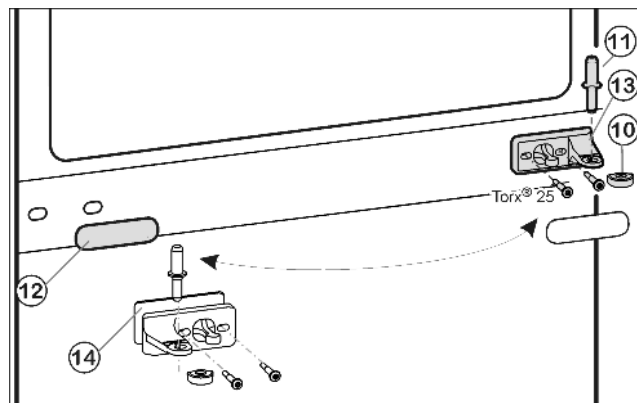
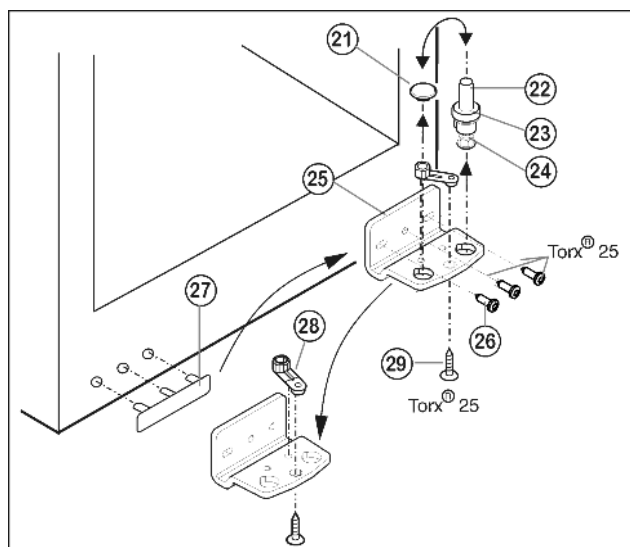

Fig. 5
Fig. 6
- ▶ Prostřední ložiskový čep Fig. 5 (11) vytáhněte ze stojanu ložiska a spodních dveří.
- ▶ Plastovou čepičku Fig. 5 (10) stáhněte.
- ▶ Stojan ložiska uprostřed Fig. 5 (13) odšroubujte (2 krát Torx® 25).
- Krytku Fig. 5 (12) opatrně stáhněte.
- Prostřední stojan ložiska Fig. 5 (13) s podložkou Fig. 5 (14) přišroubujte otočený o 180° na novou stranu závěsu (s 4 Nm).
- Krytku Fig. 5 (12) otočenou o 180° zasuňte na nové straně madla.
- Ložiskový čep Fig. 6 (22) včetně podložky Fig. 6 (23) a seřizovací nožky Fig. 6 (24) vytáhněte nahoru.
- Zátku Fig. 6 (21) odstraňte.
- Stojan ložiska Fig. 6 (25) odšroubujte Fig. 6 (26).
- Ložiskový díl Fig. 6 (28) odšroubujte Fig. 6 (29) a přemístěte jej do protilehlého upínacího otvoru stojanu ložiska, pak ho znovu pevně přišroubujte.
- Krytku na straně madla Fig. 6 (27) opatrně vytáhněte a přemístěte na druhou stranu.
- Stojan ložiska Fig. 6 (25) na nové straně závěsu zase přišroubujte příp. pomocí akumulátorového šroubováku (momentem 4 Nm).
- Zátku Fig. 6 (21) zase vložte do druhé díry.
- Ložiskový čep Fig. 6 (22) včetně podložky a seřizovací nožky zase nasadte. Přitom dávejte pozor, aby zajišťovací vačka směřovala dozadu.
- Spodní dveře nasadte shora na spodní ložiskový čep Fig. 6 (22).
- Plastovou krytku Fig. 5 (10) nasadte zase na prostřední stojan ložiska Fig. 5 (13).
- Prostřední ložiskový čep Fig. 5 (11) vložte přes prostřední pouzdro ložiska Fig. 5 (13) do spodních dveří na nové straně závěsu.
- Horní dvířka usadte na prostředním ložiskovém čepu Fig. 5 (11).
- Dveře případně pomocí obou podélných děr ve spodním stojanu ložiska Fig. 6 (25) a v prostředním stojanu ložiska Fig. 5 (13) vyrovnejte tak, aby lícovaly. Vyšroubujte prostřední šroub na stojanu ložiska dole Fig. 6 (25).